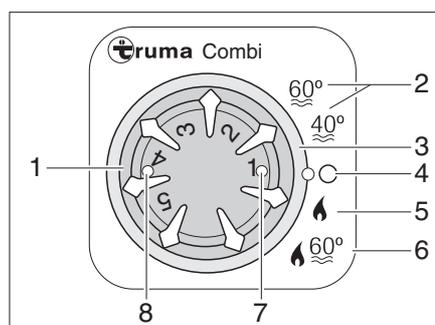

Bild 193 Bedieneinheit für Heizung/Boiler
- Betriebsart mit dem Drehschalter (Bild 193,3) einstellen.
Die Heizung wählt nach eingestellter Heizstufe selbstständig die benötigte Brennerstufe. Bei Betriebsart "Heizung und Boiler" (Bild 193,6) wird auch das Wasser im Boiler erhitzt. Die Heizung kann in der Betriebsart "Heizung ohne Boiler" (Bild 193,5) mit leerem Boiler betrieben werden.
- Temperaturdrehknopf (Bild 193,1) an der Bedieneinheit auf gewünschte Heizstufe stellen.
- Drehschalter (Bild 193,3) auf Winterbetrieb "Heizung ohne Boiler" (Bild 193,5) oder auf Winterbetrieb "Heizung und Boiler" (Bild 193,6) stellen.
Grüne Kontroll-Leuchte (Bild 193,7) leuchtet.
- Drehschalter (Bild 193,3) auf "O" (Bild 193,4) stellen.
Die Kombination Gasbetrieb und 230-V-Elektrobetrieb verkürzt die Aufheizzeit (nur möglich, wenn die Heizung an der Bedieneinheit (Bild 193) auf Winterbetrieb gestellt ist).